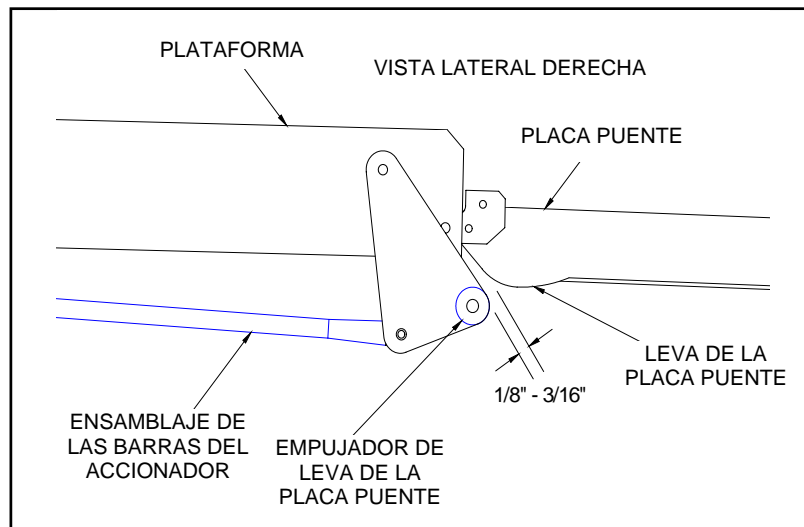

FIGURA 2-3: AJUSTE DE LA PLACA DE SUJECIÓN
- h. Consulte la **Figura 2-3**. Gire hacia la izquierda el extremo de la barra para lograr un espacio de 3,2 - 4,8 mm entre la leva de la placa puente y el empujador de la misma cuando estén instalados el perno de tope y el espaciador. Apriete el perno de tope y después la contratuerca del extremo de la barra.